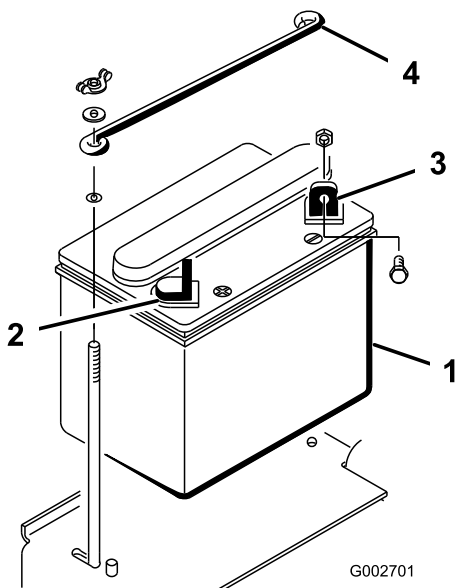

Рисунок 4
1. Установите аккумуляторной батареею на место таким образом, чтобы отрицательная клемма была направлена к задней стороне машины (Рисунок 4).